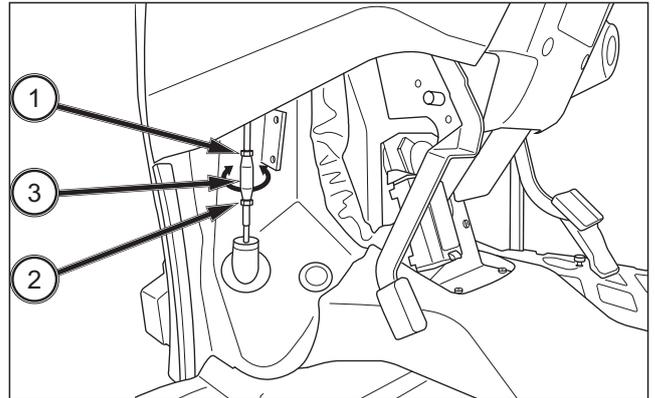

FIG. 179
FIGS. 179 & 180: Afloje la tuerca de bloqueo (1) (roscas a derecha), y la tuerca de bloqueo (2) (roscas a izquierda). Ajuste el tensor (3) de manera que el movimiento libre sea el correcto para el respectivo pedal de freno. Repita el procedimiento con el otro freno para que el movimiento libre de los pedales sea igual. Asegure las tuercas de bloqueo contra los tensores.